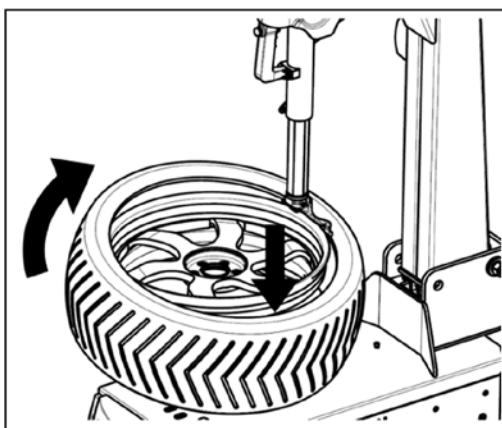

FIG32
- Monter afmonteringsværktøjet igen. Juster positionen af den øverste kant. Brug den assisterende trykvalser og pres for at presse kanten af dækket ned, så en del af kanten går ind i dækafmonteringsrillen (FIG32). Træd på drejebordns rotationspedal for at rotere dækket. Fortsæt med at presse den allerede monterede kant mod fælgen. Når 10-15 cm af dækket ikke er kommet ind i fælgen, skal du skifte til trinvis mode og observere dækkets tilstand for at undgå at rive dækket. Hvis du mærker en rive i dækket, skal du straks slippe pedalen. Løft pedalen med foden for at få motoren til at rotere baglæns og få dækket tilbage til sin oprindelige tilstand for at montere det igen.